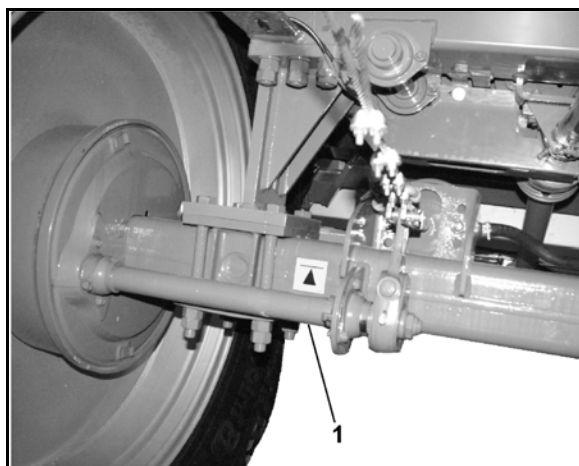

Fig. 127
1. Skru av magnetkappen (Fig. 127/1)